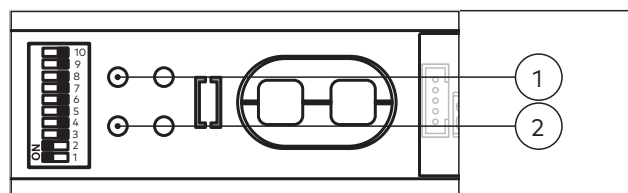

Abb. 28 Die Lernfahrt starten
- ▶ Die LED blinkt grün (Abb. 28) (1).
3. Den Reset-Taster am Antrieb länger als 3 Sekunden drücken (Abb. 28) (2).